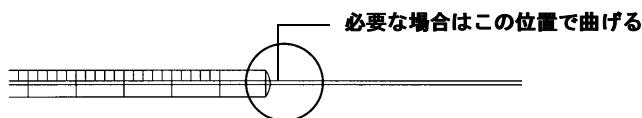

図40 シリンジの点検
- 1 清浄で平らな面の縁でシリンジを転がしてみます。ニードルの先端が円を描く場合は、シリンジバレルに接続するニードルの付け根付近でニードルを少し曲げて、軸をまっすぐにし、そして再びシリンジを転がしてチェックします。図40を参照してください。